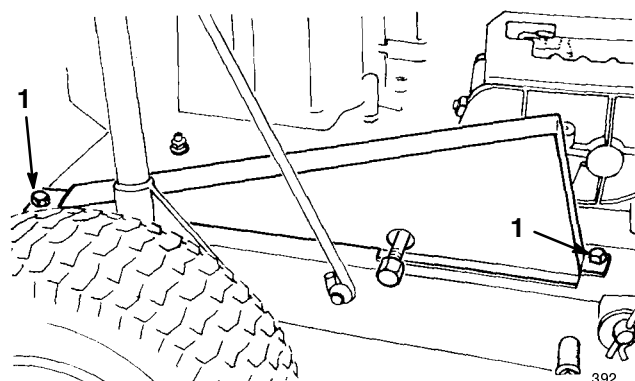

Figure 30
1. Enlevez les deux vis qui fixent le carter de chaîne au châssis du tracteur et déposez le carter (Fig. 30).